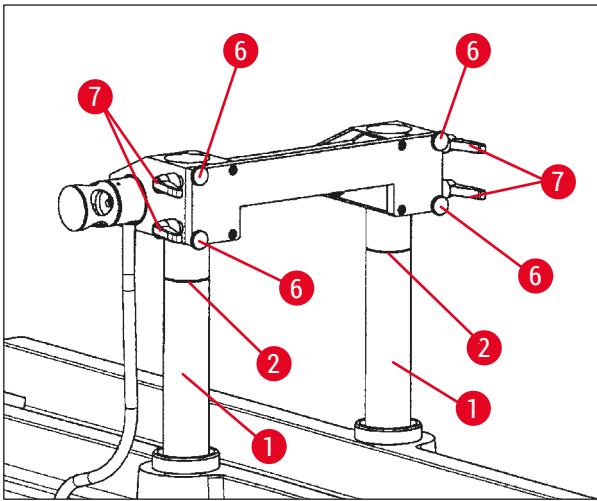

Abb. 85
- Den Messerhalter mit der Oberkante zur Nut (→ Abb. 83-2) in den Stützsäulen in der 100-mm-Position oder ganz oben für die 200-mm-Position, siehe (→ Abb. 85), platzieren.
- Den Messerhalter mit der Oberkante ganz oben auf den Säulen für die 200-mm-Position (→ Abb. 85) platzieren.
- Dazu die Stützsäulen wieder in die höchste Position bringen (→ Abb. 85) und den Messerhalter, wie in Kap. (→ S. 81 – 7.10.3 **Höheneinstellung des Messerhalters**) beschrieben, auf die 100-mm-Position einstellen.